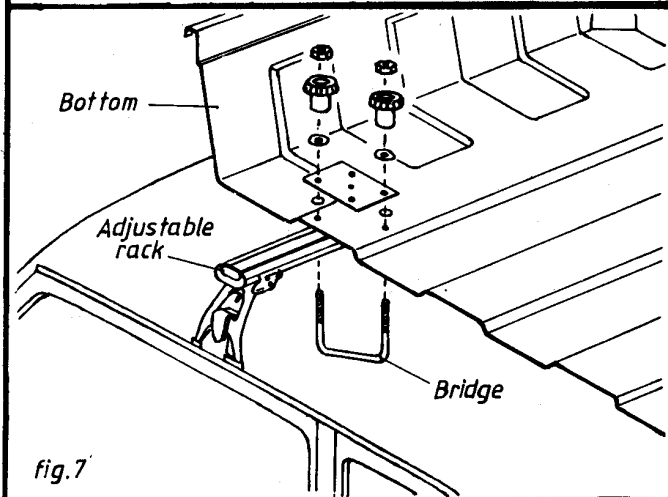

fig. 7
4. Montage mit Bügeln auf Gepäckträger des Wagens (Fig.7)
4. With bridges on the carrier of the vehicle (fig. 7)